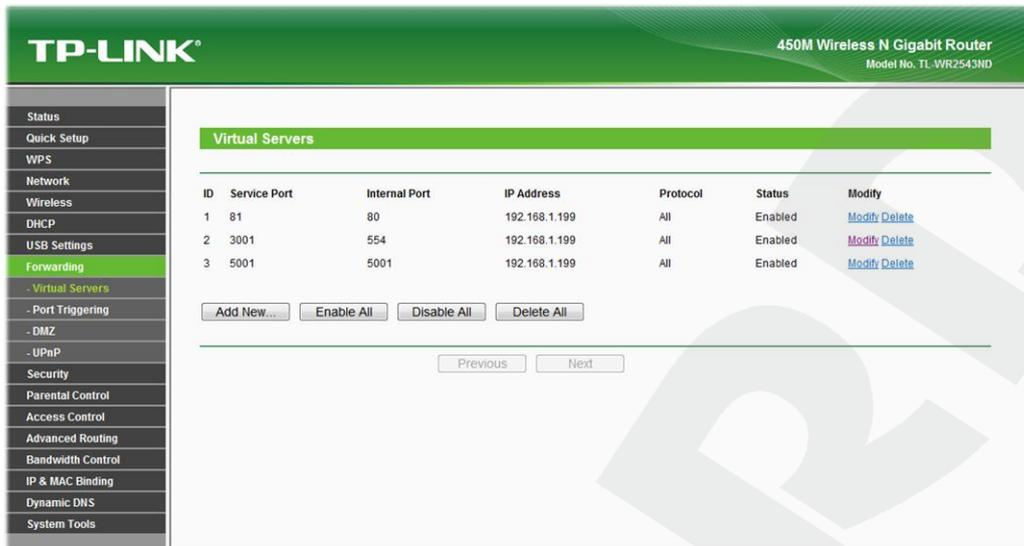

Рис. 6.10
**Шаг 6:** и еще одно правило для Порты данных (Рис. 6.10).